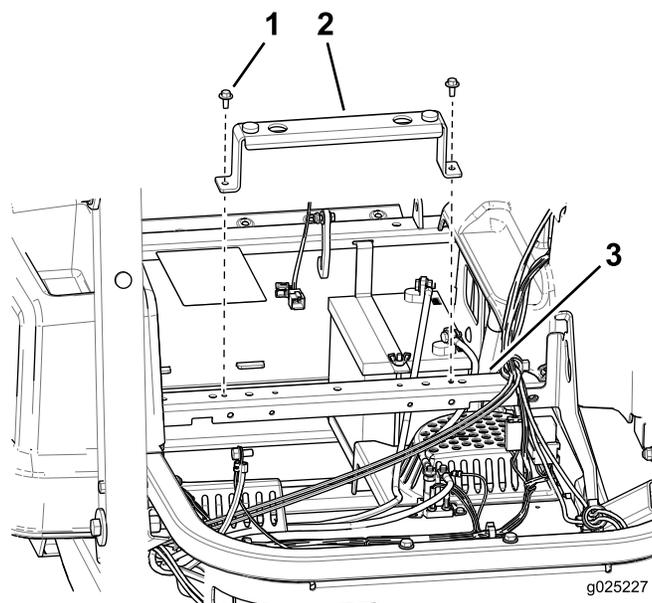

Figure 5
- Montez le support du siège sur le cadre de la machine au moyen de 2 boulons autotaraudeurs (1/4 x 1/2 po) (Figure 5).